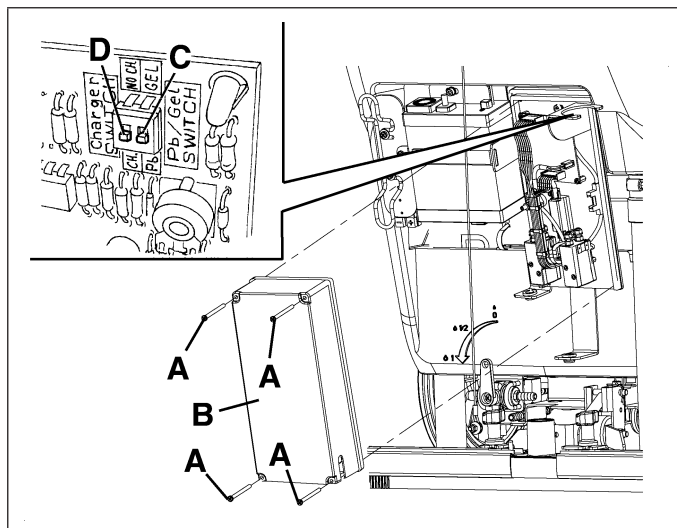

Figure 7
2. Desenroscar los tornillos (A, Fig. 7) y quitar con cuidado la tapa (B) de la caja de los componentes eléctricos.
3. Poner el microinterruptor (C, Fig. 7) hacia abajo en posición WET.
**No tocar/desplazar el interruptor adyacente (D, Fig. 7).**
4. Reinstalar la tapa (B, Fig. 7) de la caja de los componentes eléctricos y enroscar los tornillos (A).